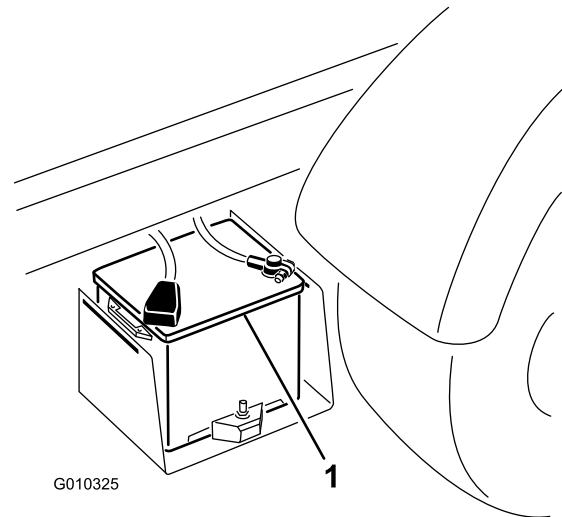

Bild 52
2. Schließen Sie ein Starthilfekabel an die Pluspole der zwei Batterien an (Bild 52). Der Pluspol kann durch ein +-Zeichen oben auf der Batterieabdeckung gekennzeichnet sein.